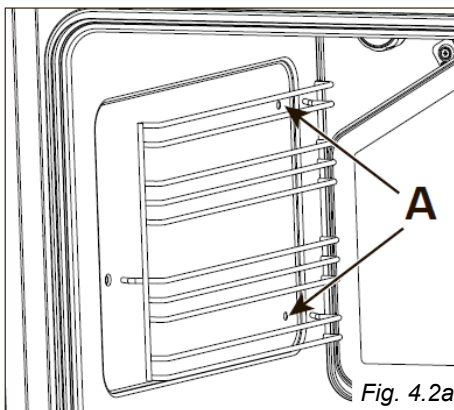

Fig. 4.2a
- Introduza as extremidades posteriores (guias) do suporte lateral nos orifícios “A” da parte posterior do forno (fig. 4.2a);
- Fixe os suportes laterais às paredes do forno (fig. 4.2a).
- Desmonte os suportes laterais (fig. 4.2a).